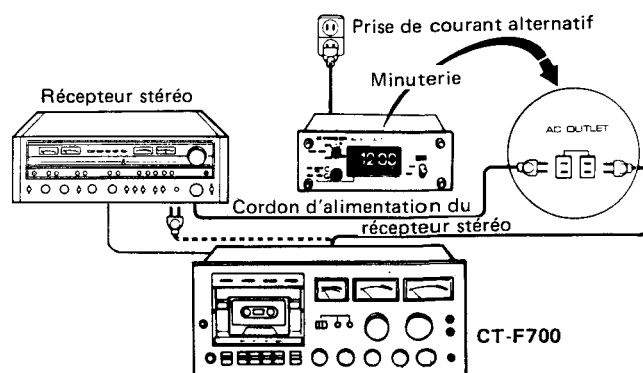

Fig. 8
1. Comme le montre la Fig. 8, relier le cordon d'alimentation du CT-F700 à la minuterie. Relier également le cordon d'alimentation du récepteur (ou du tuner ou de l'amplificateur), de sorte que ses fonctions de marche/arrêt (ON/OFF) soient commandées par la minuterie.
Il est possible de faire en sorte que le magnétophone commence la lecture d'une bande pré-enregistrée à un moment déterminé. Ainsi, il suffit de régler la minuterie pour pouvoir se réveiller au son d'une bande enregistrée, au lieu d'un réveil-matin. Comme le montre la Fig. 8, relier le CT-F700 et régler la minuterie pour qu'elle déclenche le courant au moment désiré.